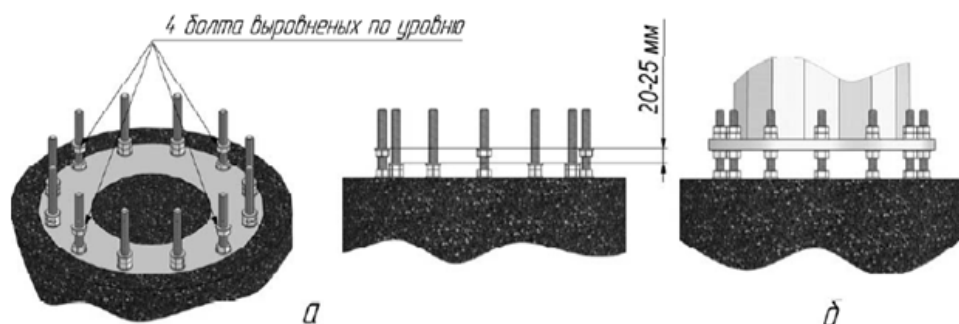

Рис. 5
- 2) Выровнять 4-6 наиболее удаленные друг от друга нижние гайки крепления фланца опоры при помощи уровня, установив их на 20-25 мм выше остальных (Рис.5).